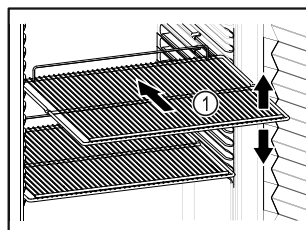

Fig. 39 Vejledende illustration
- Tilpas højden, når bæreristene Fig. 39 (1) kan flyttes.